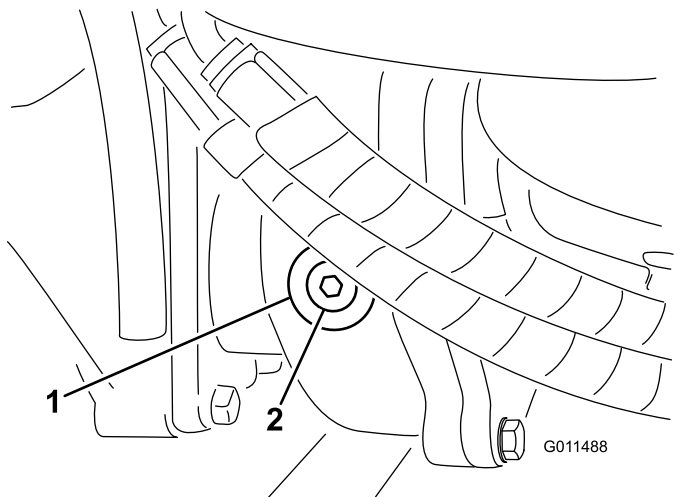

Bild 108
- Entfernen Sie die Prüf-/Füllschraube an der linken Getriebeseite und stellen sicher, dass das Öl die Unterseite des Lochs erreicht (**Bild 108**).